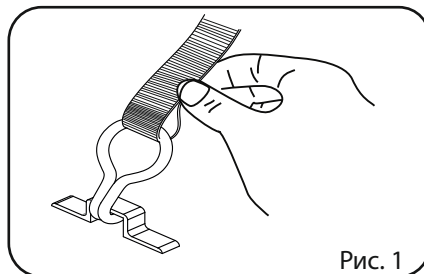

Рис. 1
1. Расправьте ремни. Закрепите свободные концы с крюками с двух сторон груза. Рис.1